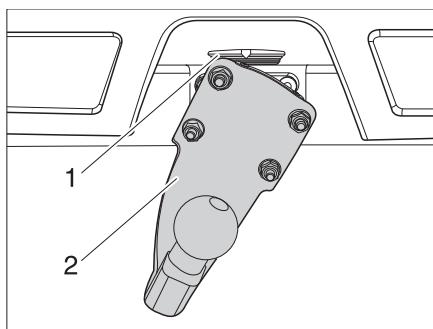

Fig. 5 Acoplamiento de remolque
- Aplicar el acoplamiento de remolque (Fig. 5,2) en ángulo de 90° en el dispositivo de retención (Fig. 5,1).
- Girar el acoplamiento de remolque (Fig. 5,2) hacia abajo, hasta que el dispositivo de retención (Fig. 5,1) engatille.
- Empujar el dispositivo de retención (Fig. 5,1) hacia arriba.
- Girar el acoplamiento de remolque (Fig. 5,2) 90° a la izquierda.
- Soltar el dispositivo de retención (Fig. 5,1).
- Retirar el acoplamiento de remolque (Fig. 5,2).